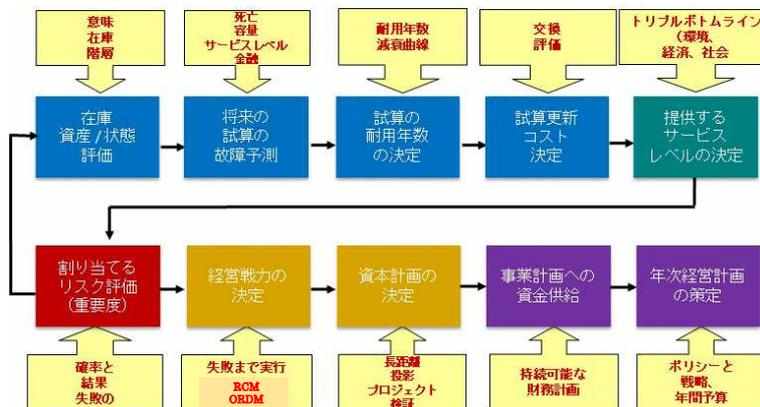

図7 アセットマネジメントの枠組み 10 ステップ
アセットマネジメントの重要性は日に日に高まってきているが、教育機関での学習は設計や開発に関わるものばかりで管理やマネジメントの教育が不足していることも課題である。まずは以下の5つの質問に答えられるようにすることが資産管理において重要な問いである。また10のステップ(図7)で枠組みを作ることでアセットマネジメントをわかりやすく集約している。
- ・ 図 7 Day 3\_900am\_Asset Management.pptx 41 ページ